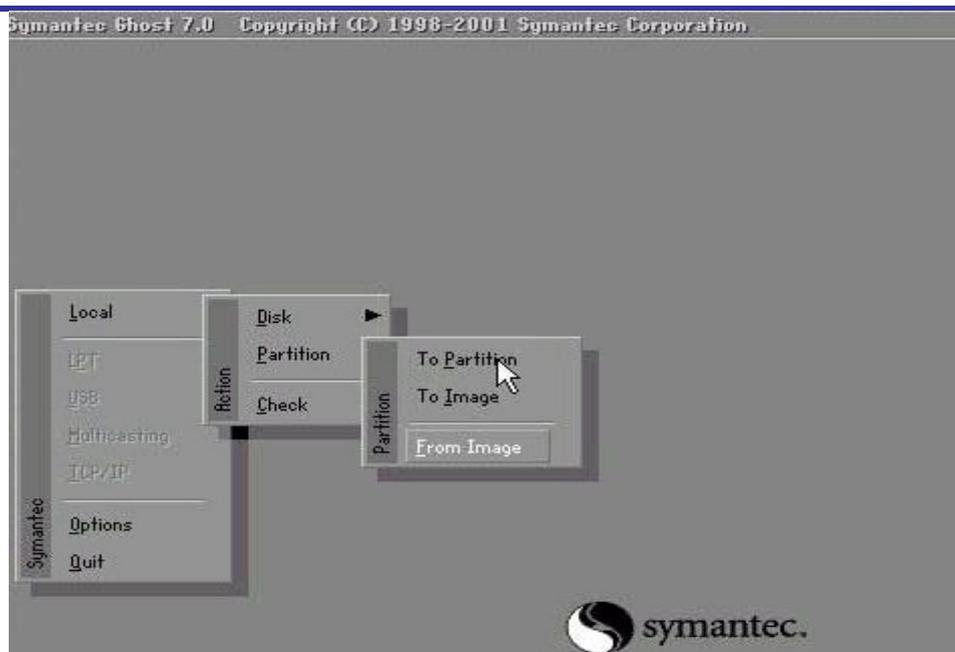

图 2-7 GHOST 安装界面
- (1) 将 U 盘与 GUS Controller 系列运动控制器通过 USB 口连接，系统上电。
- (2) 在启动过程中按下 DEL 键进入 BIOS，再进入 Boot Device Priority 选项，将“1st Boot Device”设置为“USB”启动。（参考前面的 BIOS 设置方法）。
- (3) 保存 BIOS 设置，重启电脑。
- (4) 待控制器再次启动后，执行 GHOST.exe 文件，进入 GHOST 安装界面（如图 2-7 所示）。